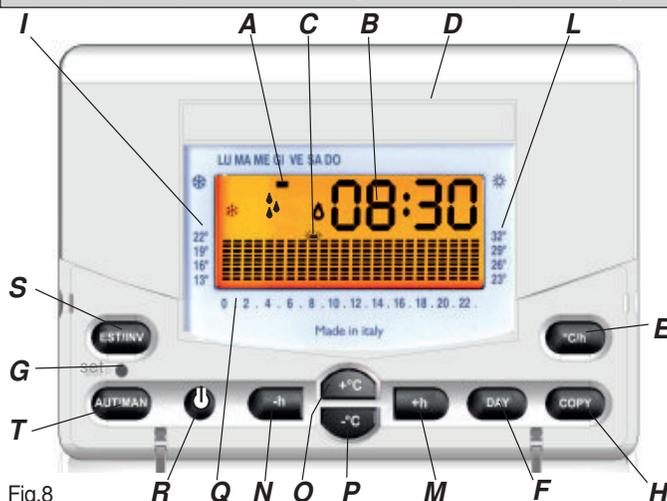

Fig.8
Durante il funzionamento, premendo il tasto °C/h (Fig.8), vengono visualizzati alternativamente l'orario, la temperatura ambiente (contrassegnata con il simbolo "c" in alto a destra), l'umidità relativa ("hr"), e il punto di rugiada ("d").
Nel programma estivo (☀) viene visualizzato anche il grafico di abilitazione dell'impianto di deumidificazione all'interno della schermata di visualizzazione durante la visualizzazione del punto di rugiada. Per cambiare stagione è sufficiente premere il tasto EST/INV (Fig.8).
Il segmento in alto a sinistra (A in Fig.8), in corrispondenza delle scritte sovrastampate, indica il giorno al quale si riferisce il programma.
La temperatura programmata (B in Fig.8) viene visualizzata in alto a destra durante la programmazione ed è identificata dal lampeggio del giorno e del simbolo "c" indicante i °C.
COM**EASY**, all'inserimento delle batterie, presenta un diagramma standard di utilizzo, mentre l'orologio parte dall'ora 00:00 di Lunedì (LU). Per modificare il programma standard portarsi al giorno desiderato mediante il tasto **DAY** (Fig.8) e variare il grafico giornaliero utilizzando i quattro tasti centrali disposti a croce. I tasti **+h** e **-h** (Fig.8) spostano il cursore orizzontalmente lungo l'asse delle ORE, mentre i tasti **+°C** e **-°C** (Fig.8) variano la temperatura impostata.
- Premendo il tasto **DAY** (F in Fig.8) si passa al giorno seguente visualizzando il programma memorizzato (se non esiste verrà visualizzato il grafico standard) che potrà essere modificato come descritto precedentemente.
Per modificare il programma standard portarsi al giorno desiderato mediante il tasto **DAY** (Fig.8) e variare il grafico giornaliero utilizzando i quattro tasti centrali disposti a croce. I tasti **+h** e **-h** (Fig.8) spostano il cursore orizzontalmente lungo l'asse delle ORE, mentre i tasti **+°C** e **-°C** (Fig.8) modificano lo stato di abilitazione rispettivamente in "On" e "Off".
- Premendo il tasto **DAY** (F in Fig.8) si passa al giorno seguente visualizzando il programma memorizzato che potrà essere modificato come descritto precedentemente.
Con i tasti **+h** o **-h** si scorrono i giorni della settimana e per confermare il GIORNO in cui copiare il programma premere il tasto **COPY**. Per uscire dalla funzione **COPY** attendere qualche secondo senza premere alcun tasto. Terminata la programmazione dell'intera settimana non resta che aggiornare l'ORA ed il GIORNO premendo, mediante uno strumento appuntito, il tasto **SET**. (Fig.8).
Da questo momento **COM EASY** inizia il suo regolare funzionamento indicando ogni inserimento del carico (riscaldamento o condizionamento) mediante l'accensione del simbolo della fiamma sul display (Fig.8).
Premendo il tasto **AUT/MAN** (Fig.8) il cronotermostato entra nel funzionamento manuale spegnendo il grafico (che rimane memorizzato) e accendendo il simbolo della mano  (Fig.8). Si ha ora la possibilità, tramite il tasto **°C/h**, di impostare la temperatura manuale o i valori di soglia di allarme del punto di rugiada. Visualizzando la temperatura o l'umidità relativa in modo manuale, **COM EASY** si comporta come un semplice termostato ambiente dove la regolazione avviene impostando la temperatura con i tasti **+°C** e **-°C** (N, O in Fig.8). La temperatura impostata, leggibile sul display, verrà mantenuta fino a che non si uscirà dal funzionamento manuale ripremendo il tasto **AUT/MAN** (modo di funzionamento automatico).
Premendo per due secondi il tasto  (R in Fig.8) si spegne il cronotermostato. Quando spento **COM EASY** disattiverà le funzioni relative ai programmi impostati, che rimarranno comunque memorizzati, e visualizzerà alternativamente la scritta OFF con l'ora attuale o la temperatura rilevata. Per scegliere la visualizzazione dell'ORA piuttosto che della TEMPERATURA o dell'UMIDITA' premere il tasto **°C/h**. Quando il cronotermostato è spento mantiene attiva la FUNZIONE ANTI-GELO. Se la temperatura ambiente rilevata scende sotto i **7 °C** ( $7^{\circ}\text{C} - 0,2^{\circ}\text{C} = 6,8^{\circ}\text{C}$ ) l'apparecchio aziona l'impianto per mantenere in circolazione l'acqua e impedire che si ghiacci nei tubi.